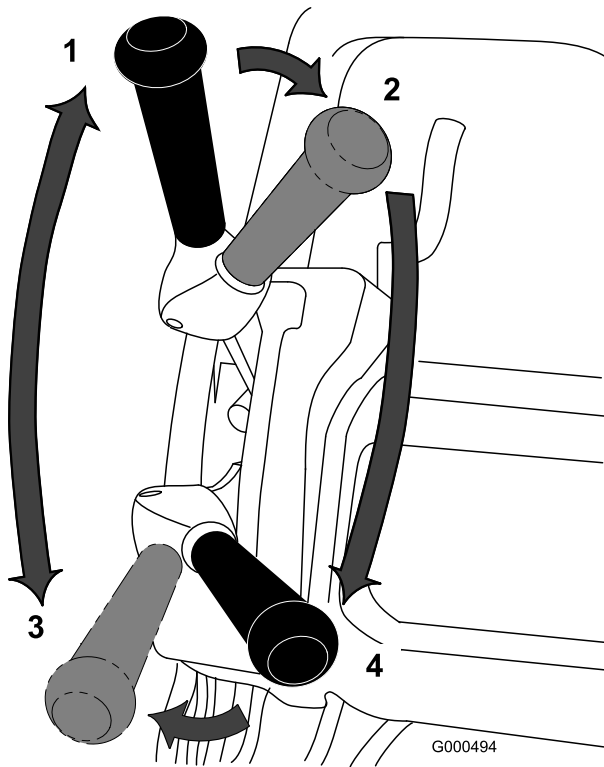

図 26
1. エンジンを始動、スロットルを下げ、ハンドルを押し下げてカッティングユニットを上げ、オペレータコントロールを握り、走行レバーを「入」にセットして、グリーンのカラー縁に入る 図 26。
2. 走行レバーを解除し、リールレバーを回転側に倒す 図 26。
3. 走行レバーを走行に入れ、スロットルで希望の走行速度に調整しグリーン入ってリールを下ろし、刈り込み作業を始める 図 26。